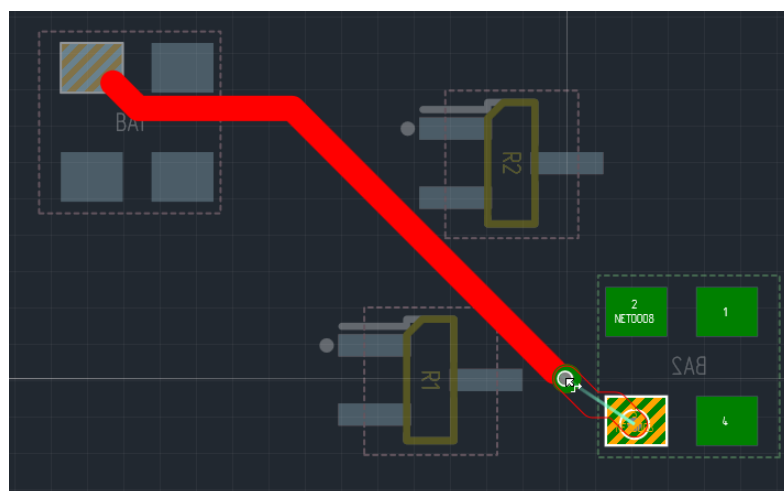

Рис. 168 Размещение перехода на другой слой
3. Выбрать точку, в которой необходимо разместить переход, см. Рис. 168. Автотрассировщик продолжает трек с последнего зафиксированного участка до перехода. На экране будет отображен возможный вид трека.